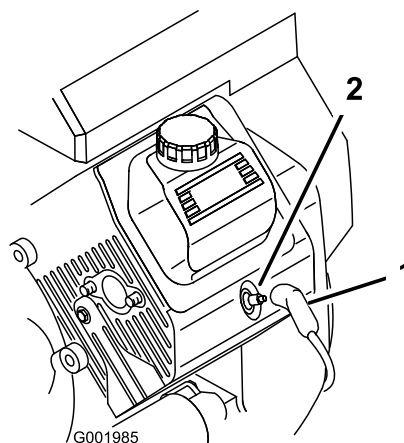

Figure 42
- Débranchez les fils des bougies (Figure 42).
3. Rebranchez le fil de la ou des bougies (Figure 42).